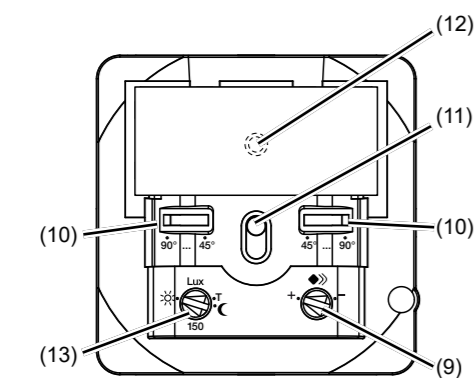
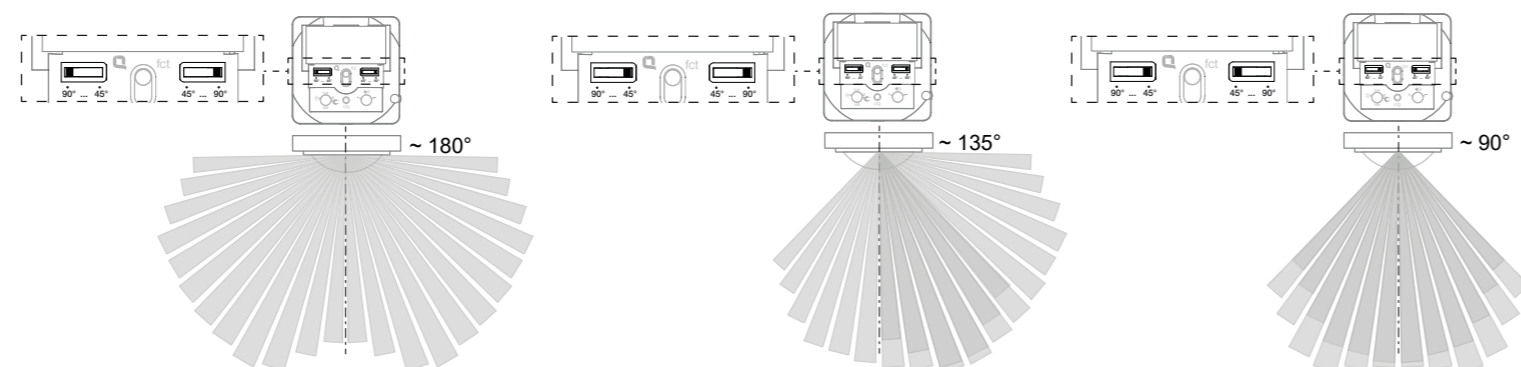

Bild 5: Bedien- und Einstellelemente
Bild 8: Einstellung des Erfassungswinkels
Der Erfassungswinkel kann für die rechte und für die linke Seite je Einsteller (Bild 5, 10) zwischen 45° ... 90° eingeschränkt werden. Somit kann der Erfassungswinkel zwischen 90° und 180° liegen (Bild 8).
■ Testbetrieb einstellen. Hierzu das Potenziometer für Ansprechhelligkeit (Bild 5, 13) auf Position T stellen.
■ Potenziometer für Ansprechhelligkeit (Bild 5, 13) in die gewünschte Position drehen.
■ Potenziometer für Empfindlichkeit (Bild 5, 9) in die gewünschte Position drehen.